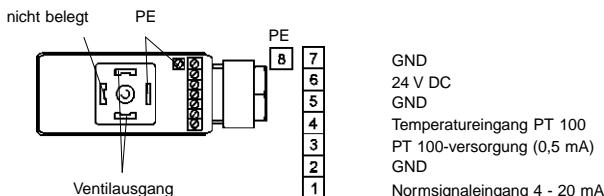

Bild 2: Anschlußbelegung
- Schließen Sie die Kabel an (Bild 2).